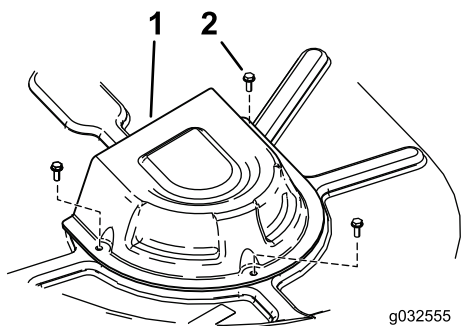

Figure 53
4. Sur les machines équipées d'un plateau de coupe de 107 cm, retirez les couvercles de poulie (Figure 53).